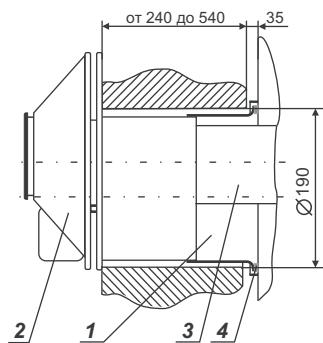

Рис. 5. Дымовоздушный блок котла мощностью 5 кВт
6.3.3. Для котла мощностью 5-7 кВт. Установить газоход наружный (п. 2, рис. 5) горизонтально в канале до упора с внешней плоскостью стены, совместив его с воздуховодом (п. 1, рис. 2), и зафиксировать деревянными клиньями. **Разрывы в соединениях не допускаются!**
Рис. 5а. Дымовоздушный блок котлов мощностью 7 кВт